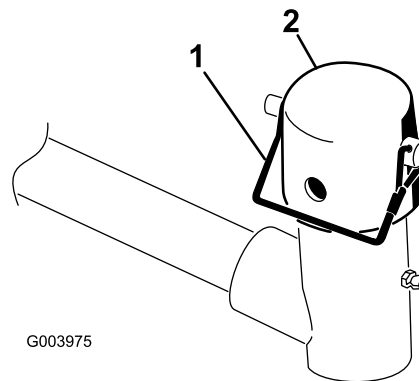

Figura 7
7. Togliete il perno di ritenuta e il cappuccio dalla forcella del braccio di sollevamento (Figura 7).
11. Fissate il cappuccio e l'albero del telaio portante alla forcella del braccio di sollevamento con il perno di ritenuta. Per avere un elemento di taglio sterzante usate la fessura, oppure usate il foro se l'elemento di taglio deve essere bloccato (Figura 7).